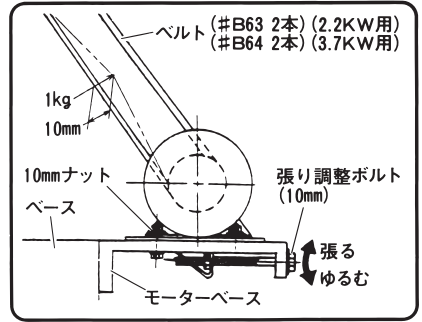

図 51
(1) モーターを取付けている10mmナット(4個)をゆるめ、張り調整ボルト(10mm)をまわして、ベルト(2.2KW用は#B63, 3.7KW用は#B64)の張りを調整します。(図51) 1kgで押したときに10mmたわむように調整します。
(2) 次に、10mmナット(4個)を締めて、モーターをしっかりと固定してください。